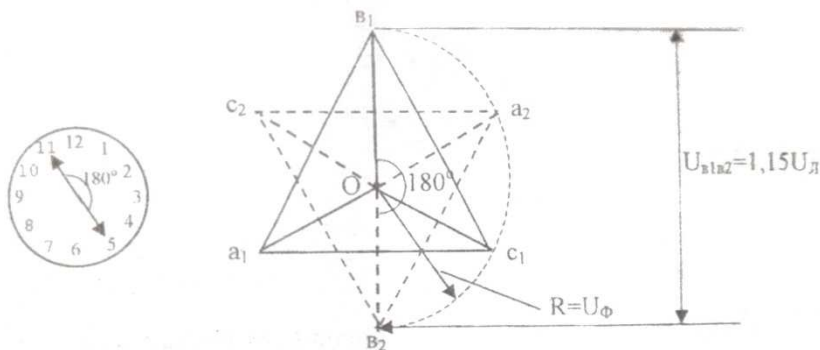

Рисунок 1 – Векторна діаграма напруг обмоток НН для трансформаторів з групами сполучення обмоток Δ/Y_n-11 та Δ/Y_n-5 (кут між OB_1 та OB_2 180°)
5. Група сполучення обмоток першого з двох паралельно приєднаних до мережі живлення трансформаторів Δ/Y_n-11 . Використовуючи приклад векторної діаграми (рис. 1), визначити групу сполучення другого трансформатора, обмотки якого також мають з'єднання Δ/Y_n , але при фазуванні були отримані такі значення: $U_{a_1a_2}=U_{b_1b_2}=U_{c_1c_2}=0,29U_{л}$. Підключення обмоток вищої напруги двох трансформаторів до мережі живлення сфазоване.